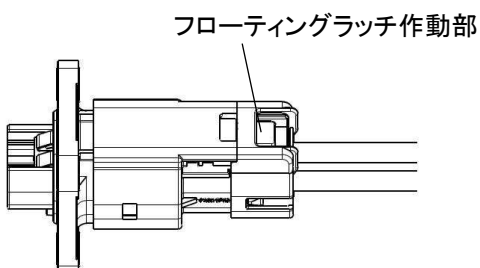

Fig.25
- 7.3. 完全にフローティングラッチ上の作動部を押し下げます。(Fig.25 参照)